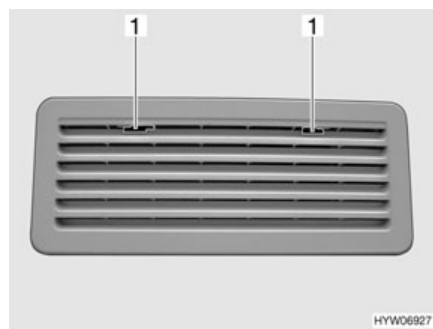

Fig. 147 Rejilla de ventilación del frigorífico (Thetford)
- Deslizar el bloqueo (Fig. 147,1) hacia el centro.